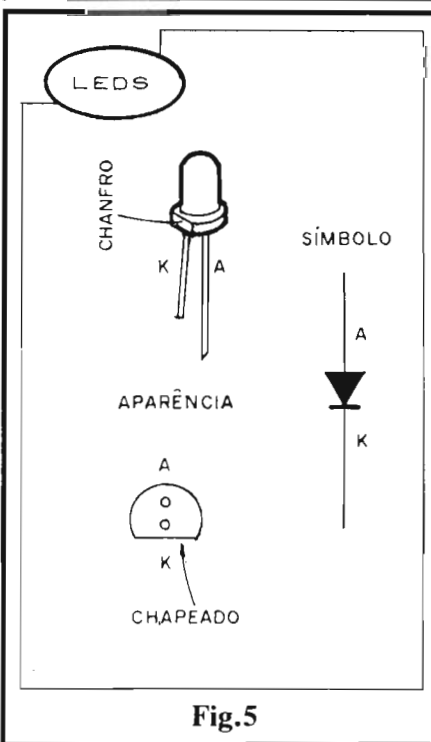

Fig. 5
- **FIG. 5 - OS LEDs - DETALHES E ESTILIZAÇÃO** - Para benefício dos iniciantes, a figura traz a aparência, símbolo e estilização adotada nos "chapeados", dos LEDs comuns, redondos. Notar que nada impede - na verdade - a utilização de LEDs em outros formatos no **display** do VUS, porém, nossa recomendação (questão, talvez, de puro gosto pessoal...) é que LEDs **redondos** (ou no máximo, com cabeças quadradas, simples...) sejam aplicados. A disposição geral da "tela" matriciada, bem como a própria visualização, ficarão (na nossa opinião), "bregas" e "embaralhadas", se usados LEDs triangulares, em formato de setas, etc. Entretanto, gosto não se discute... Se o estimado Leitor/Hobbysta for do tipo de gruda no painel do carro aquelas moldurinhas com fotografias, fixadas por imã, com a inscrição "NÃO CORRA, PAPAI...", essas coisas, ficará até "bem" um painel multi-colorido e multi-formatado no **display** do VUSCÓPIO...